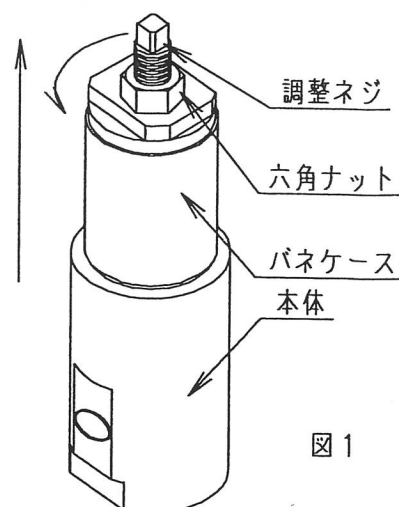

図1
- ① 本体に接続されている超高圧配管、ドレン配管を外します。
- ② 調整ネジのロック用の六角ナットを緩めた後、調整ネジが指で回るまで緩めます。次に呼び50のスパナを掛けてバネケースを緩め、バネケース及びバネケース内のスプリング類を外します。(図1)